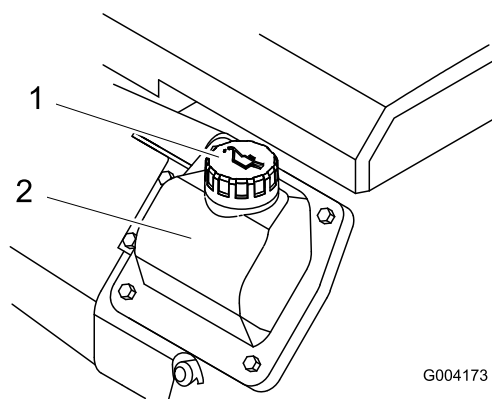

Figure 41
- Si le niveau d'huile est trop bas, nettoyez la surface autour du bouchon de remplissage et enlevez le bouchon (Figure 41).
- Enlevez le bouchon de remplissage (Figure 41) et versez lentement environ 80 % de la quantité d'huile spécifiée dans le couvre-culasse.
- Faites l'appoint d'huile avec précaution pour faire monter le niveau jusqu'au repère maximum (F) sur la jauge.
9. Enlevez le bouchon de remplissage (Figure 41) et versez lentement environ 80 % de la quantité d'huile spécifiée dans le couvre-culasse.
11. Faites l'appoint d'huile avec précaution pour faire monter le niveau jusqu'au repère maximum (F) sur la jauge.